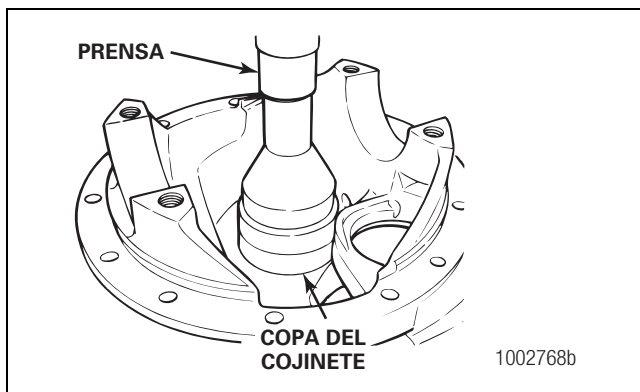

Figura 5.7
- E. Coloque en la copa un buje o herramienta para insertar cojinetes y presione la copa en el hueco hasta que el fondo de la copa toque las laines. Si no está disponible una prensa, use un buje, un punzón de latón o una herramienta para insertar cojinetes y un martillo para instalar la copa. Figura 5.7.